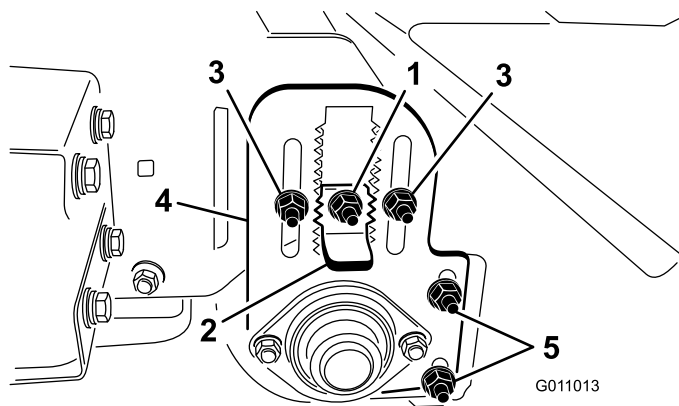

図 18
3. 高さ調整キー（図 18）についているロックナットをゆるめて、キーを 15 mm 程度引き出せるようにする。
- ローラの高さ調整のロックナットをゆるめる (図 18)。
- 高さ調整キーを引き出し、ローラの高さ調整プレートを動かして後ローラを適当な高さに調整する (図 18)
ローラ・スクレーパ (図 18) は、スクレーパとローラとの間に 1.5 mm の隙間ができるように調整してください。ローラ・スクレーパの高さ調整ナットをゆるめ、ローラの高さを決めてナットで固定します。